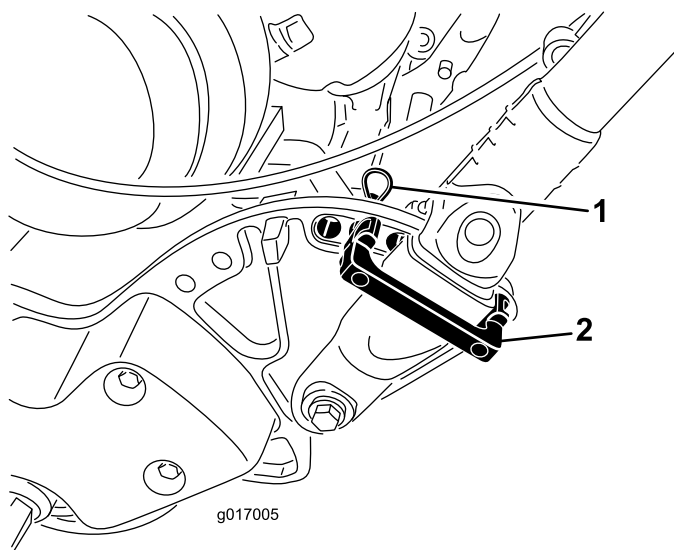

Figure 8
1. Soutenez le guidon et retirez les serre-câbles qui attachent les manchons de serrage du guidon aux plaques latérales (Figure 8).
2. Faites pivoter le guidon à la position d'utilisation voulue, placez une retenue sur le manchon de serrage du guidon et dans les trous correspondants de la plaque latérale (Figure 8).
3. Fixez la retenue avec une goupille fendue (Figure 8).